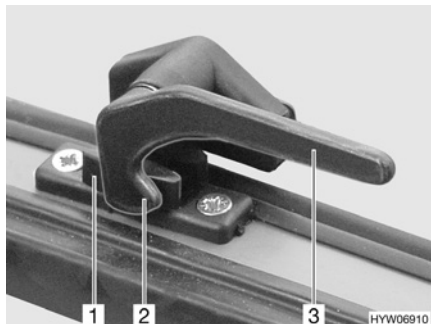

Fig. 29 Leva di serraggio in posizione "Chiuso"
- Ruotare la leva di serraggio (Fig. 29,3) di un quarto di giro verso il centro della finestra.
- Ruotare la leva di serraggio (Fig. 29,3) di un quarto di giro verso il telaio della finestra. Il nasello di chiusura (Fig. 29,2) si trova sul lato interno della chiusura della finestra (Fig. 29,1).
- In posizione "Completamente chiusa" (Fig. 29)